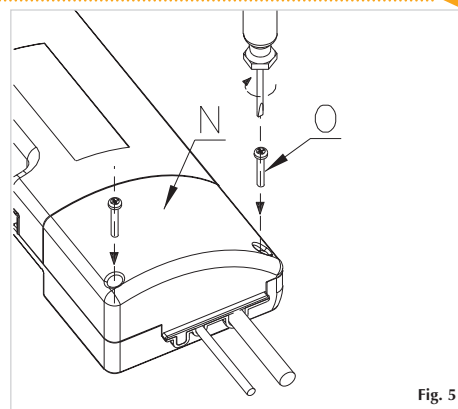
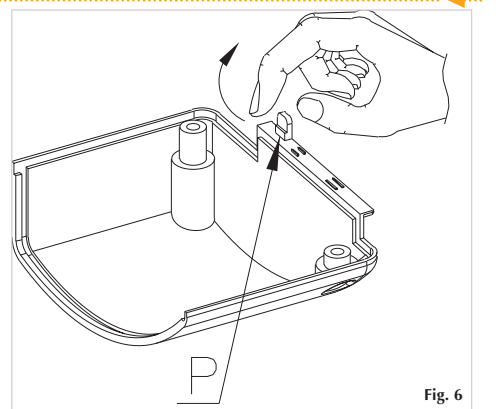
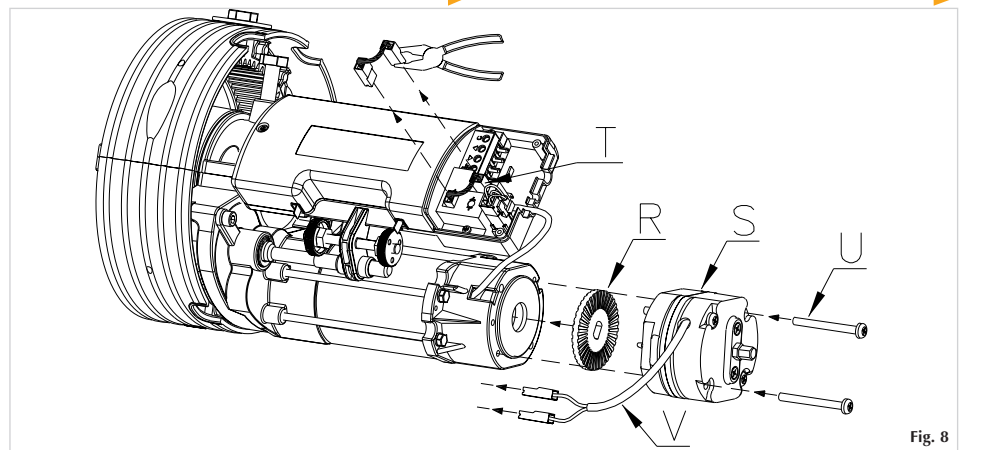

Fig. 5
Fig. 6
Fig. 8
- 17) Fermer le fin de course à travers le couvercle en plastique (N) et puis serrez les deux vis (O), vérifier la disposition correcte des câbles (voir figure 5). En présence de moteur avec de l'électro-frein, enlever le pin (P) sur le couvercle en plastique (voir figure 6).
- 17) Close the limit switch through the plastic cover (N) and then tighten with the two screws (O), checking the correct disposition of the cables (see figure 5). In presence of motor with electrobrake, remove the pin (P) on the plastic cover (see figure 6)
- 1) Insert the brake (R) on the back of the electrical motor (see figure 8).
- 2) Fixing the electrobrake (S) to the motor using the screws M5x50 (U).
- 3) Remove the bridge (T) from the limit switch. **Do not damage the bridge pulling on the wire and keep it for future use**
- 4) Connect the electric cables (V) of the brake to the terminal of the limit switch.
- 5) Close the limit switch using the plastic cover (N) (see figure 5).
- 1) Insérez le frein (R) à l'arrière du moteur électrique comme indiqué en fig.8
- 2) Fixer l'électro-frein (S) au moteur avec les vises M5x50 (U).
- 3) Enlever le pont (T) de fin de course. **Ne pas endommager le pont en tirant sur le fil et le conserver pour une utilisation future**
- 4) Connecter les câbles électriques (V) du frein à la borne de fin de course.
- 5) Fermer le fin de course à travers le couvercle en plastique (N) (voir figure 5).
- 1) Insertar el frenos (R) en la parte posterior del motor eléctrico como mues la fig.8.
- 2) Fijar el electrofreno (S) al motor a través de los tornillos M5x50 (U).
- 3) Eliminar el Puente (T) del final de carrera. **No dañar el puente tirando del hilo y mantenerlo para su uso futuro**
- 4) Conectar los dos hilos electricos (V) del freno en el final de carrera.